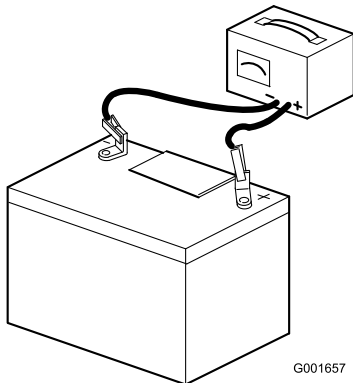

Figura 7
7. Conecte un cargador de batería de 3 a 4 amperios a los bornes de la batería (Figura 7). Cargue la batería a un ritmo de 3 a 4 amperios durante 4–8 horas.